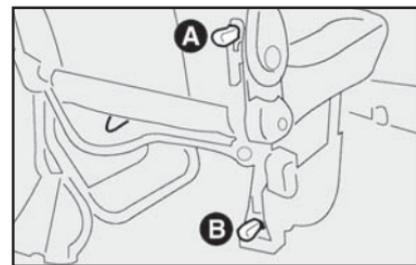
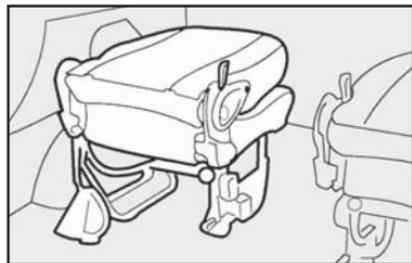
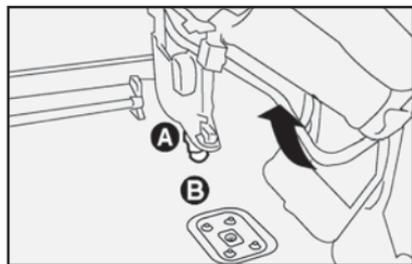

fig. 106
fig. 107
fig. 108
Para as versões equipadas com bancos traseiros suplementares, o rebatimento parcial deve ser feito abaixando a alavanca **A-fig. 106** e rebatendo o encosto para frente.
- 1) Levante a alavanca **A-fig. 106** e rebata o encosto para a frente **fig. 107**.
- 2) Levante a alavanca **B-fig. 106** e desencaixe o pino **A-fig. 108** da guia **B-fig. 108** puxando o banco para cima.
- 2) Encaixar o pino **A-fig. 108** na sede **B-fig. 108** forçando o banco para baixo.
- 3) Mover para baixo a trava **B-fig. 106** até o final do curso e ouvir o "clic" de travamento.